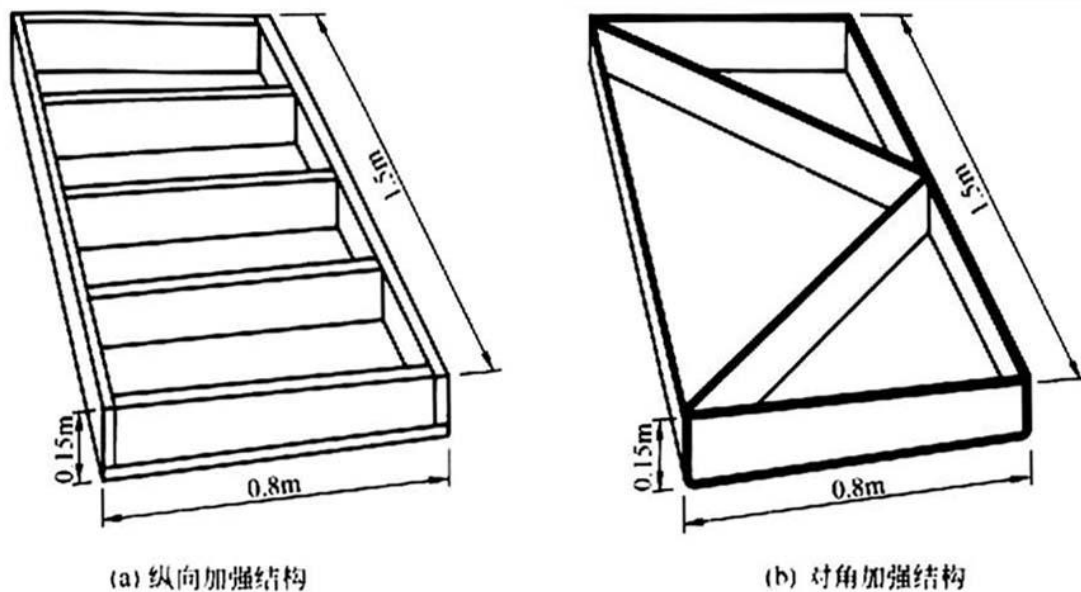

图 18 基座纵向加强和对角加强的结构示意
⑧ 在抗扭转载荷方面，对角拉条结构比纵向垂直结构更为有效。图 18 所示为两种钢结构基座的结构示意，图 18(a) 中基座是由厚度 25mm 的钢板组成的，图 18(b) 中的基座是由厚度 10mm 的钢板组成的。它们的抗扭转变形能力几乎相同，但对角拉条结构的加强设计与纵向加强结构相比，可以节约 60% 的结构质量、减少 78% 的焊接工作量以及 54% 的总制造费用。